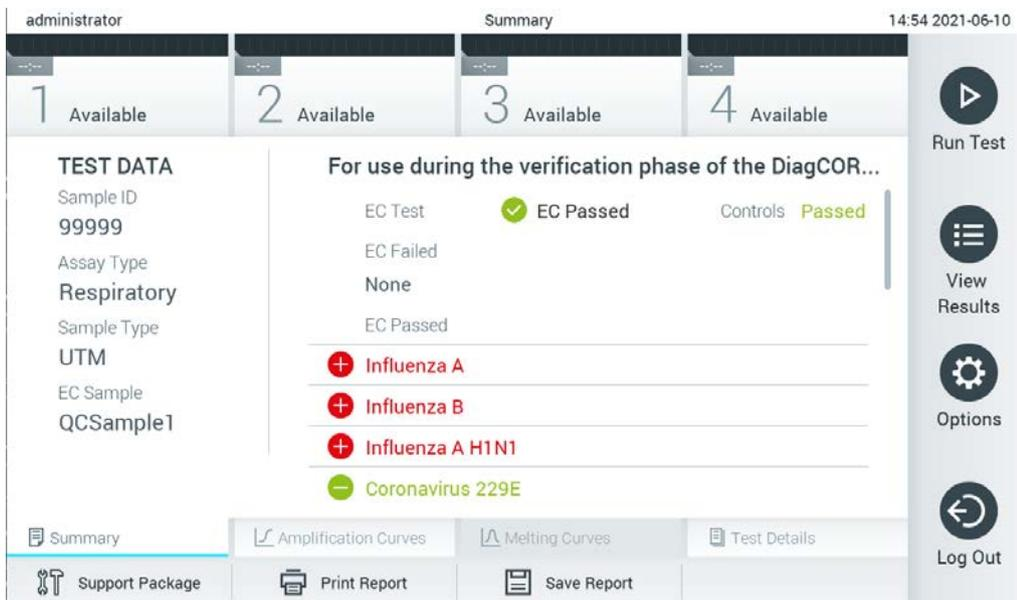

Figure 96. Écran EC Results Summary (Résumé des résultats EC).
12. Après l'éjection de la cartouche de dosage QIAstat-Dx, l'écran Summary (Résumé) des résultats s'affiche (Figure 96). Reportez-vous à la section 8.3 pour plus de détails.